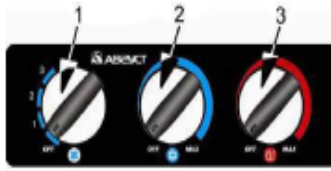

Рис. 5.9. Панель управления климатической установки:
*Установка климатическая.* Для включения климатической установки (рис. 5.9) необходимо выполнить следующие операции: